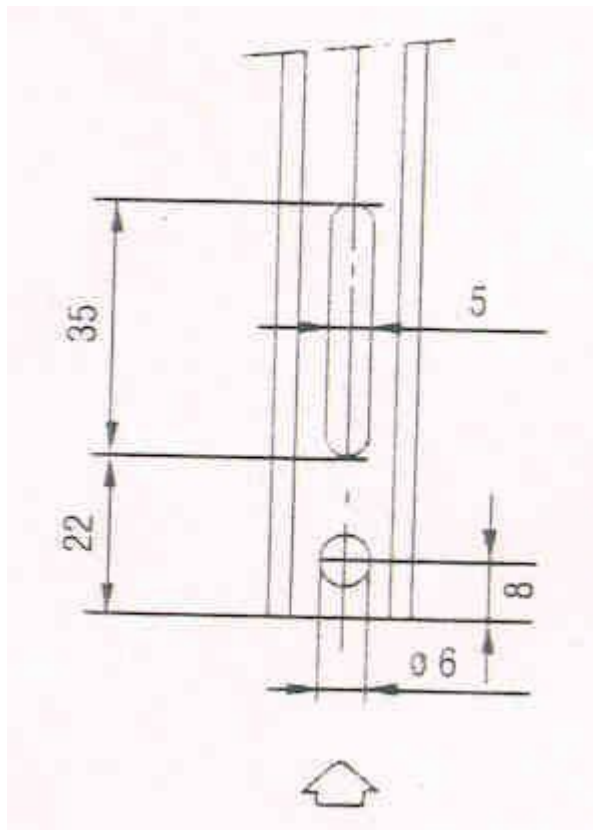

Рис.8
- 1) Прodelать отверстия и прорези в тягах, как показано на рис. 8.